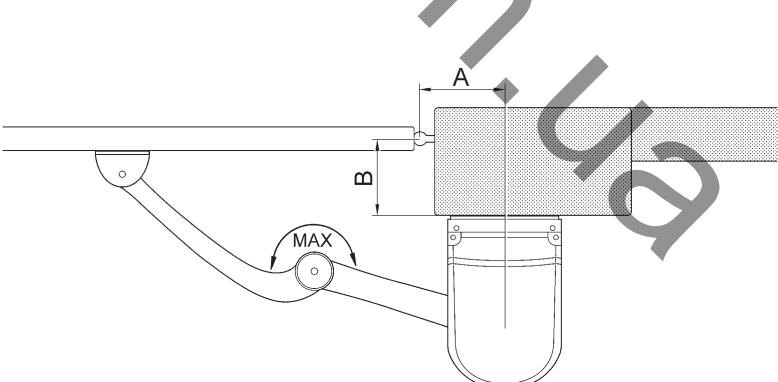

Рис. 5
2.3) Установка (Рис.5)
Используя шплинты и стопорные кольца скрепите прямой и изогнутый рычаги между собой и изогнутый рычаг с кронштейном створки. Монтаж кронштейна на створке выполняйте на максимальном удалении от столба ворот, разведя рычаги как можно шире (Рис.5). Фиксацию кронштейна выполняйте сваркой или крепежом, подобранным в зависимости от материала створки.